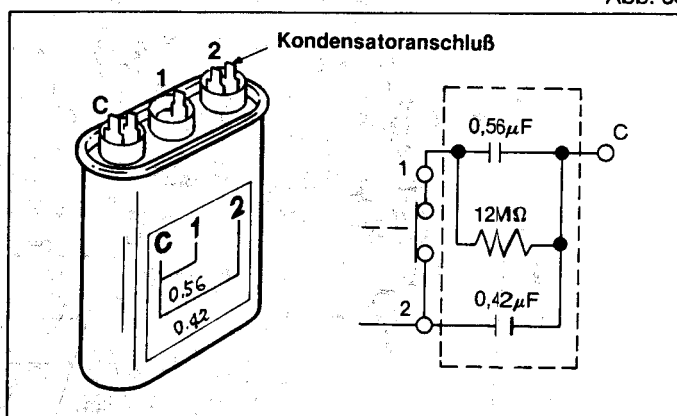

Abb. 36
2. Hochspannungskondensator (Abb. 36)